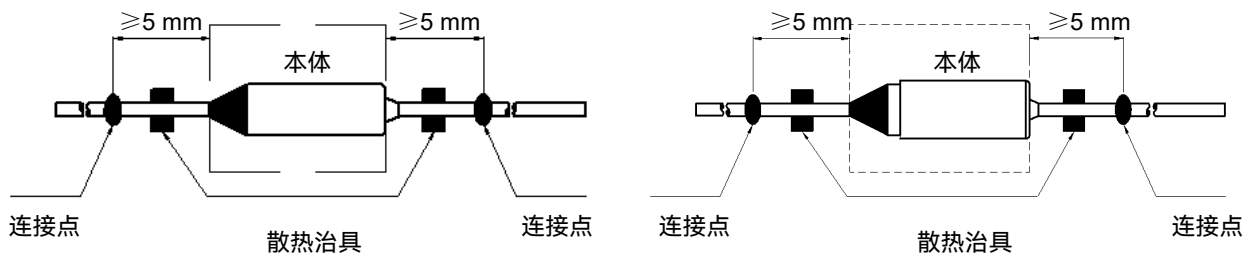

图2
2. 引线上的连接点距离温度保险丝本体应  $\geq 5 \text{ mm}$ （参考图2）。
3. 在钎焊过程中，焊点与温度保险丝之间应使用散热装置（参考图2）。
3. 在点焊过程中，焊点与温度保险丝之间应使用散热装置（参考图2）。